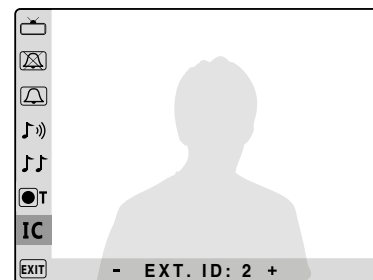

Fig. 4G
- Per impostare l'intercomunicazione tra interni dello stesso appartamento (videocitofoni con stesso indirizzo/PHONE ID ma con differente interno/EXT. ID) selezionare un indirizzo di interno/EXTENSION ID compreso tra 1 e 9 (**Fig.4G**) premendo i pulsanti + o —. In stand-by, premendo il pulsante  una o più volte sarà possibile chiamare i videocitofoni con interno/EXT ID da 1 a 9.